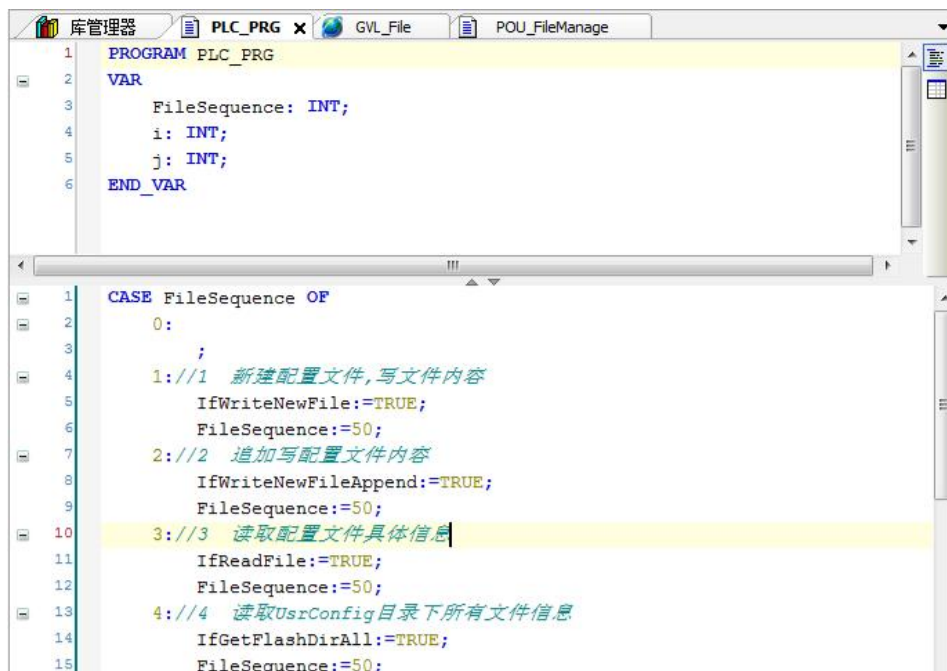

图4.31 UsrConfig文件操作主程序
4) 在主程序PLC_PRG中控制文件操作使能变量状态来实现文件具体操作, 并加入相关IO操作, 如图4.31所示。